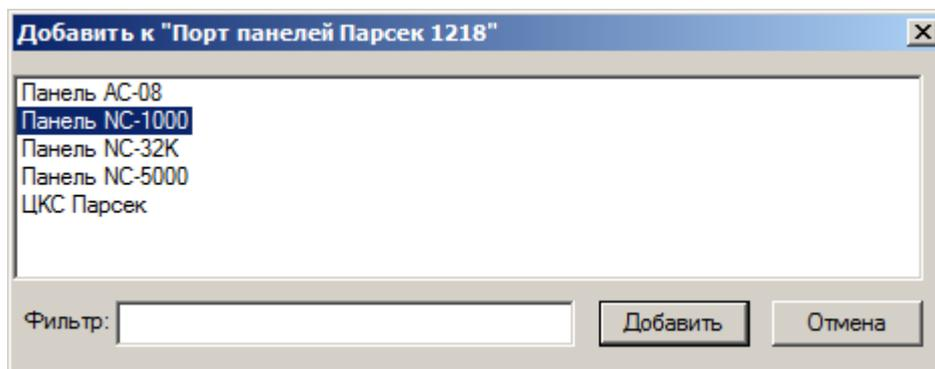

Рисунок 1 — Добавление элемента типа **Панель [серия]**
- **Создать элемент** — в дереве элементов системы выделите элемент, к которому необходимо добавить дочерний элемент, и нажмите на кнопку  на панели инструментов (рисунок 1).